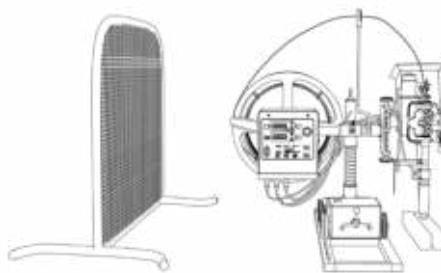

Рис. 8.12. Установка защитных экранов.
- При сварке на открытом воздухе засыпьте сварочный трактор от порывистого ветра (см. рис. 8.12).